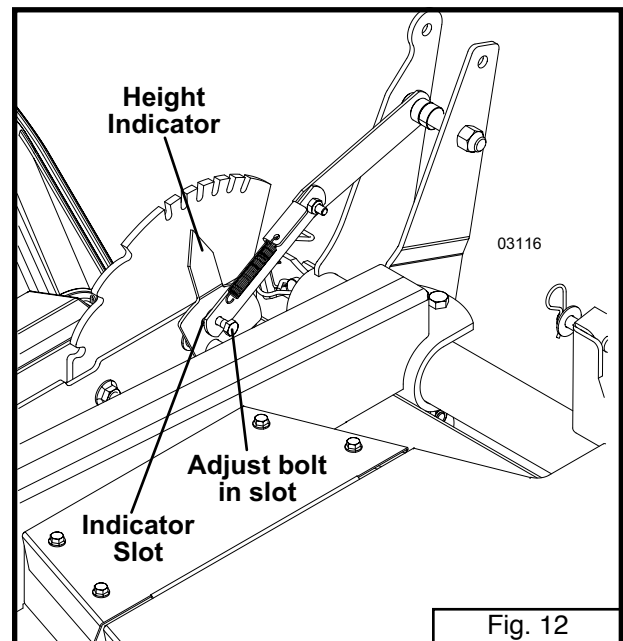

Fig. 12
- Betätigen Sie den Schalter der elektrischen Aushebung um das Deck auf max. Höhe anzuheben. Stellen Sie die Höhenanzeige ein, indem Sie den Fixierbolzen montieren (siehe Abb. 12)